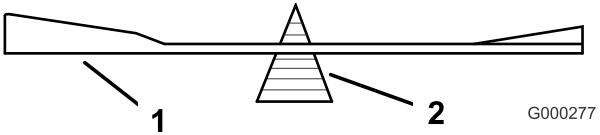

図 82
2. ブレード・バランサー(図 82)を使ってバランスを調べる。ブレードが水平に停止す